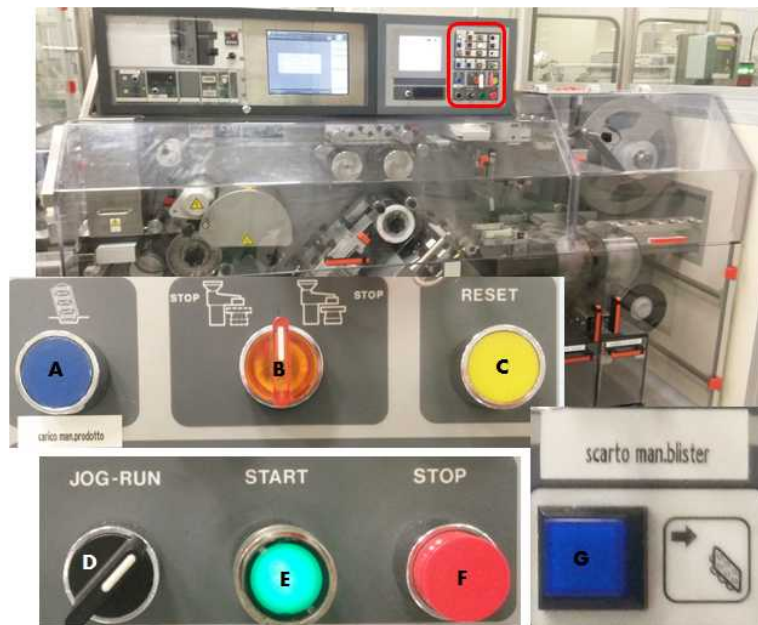

Figura 1
5.2.1.1 Avvio della blisteratrice (figura 1)
- Svuotare il nastro alveolato ossia arrestare il caricamento impostando la manopola **B** (figura 1) a destra.
- Arrestare la marcia premendo il pulsante **F** “STOP” (figura 1).
- Svuotare il nastro alveolato ossia arrestare il caricamento impostando la manopola **B** (figura 1) a destra e terminare il confezionamento fino allo svuotamento del nastro alveolato presente in macchina.
- Arrestare la marcia premendo il pulsante **F** "STOP" (figura 1).